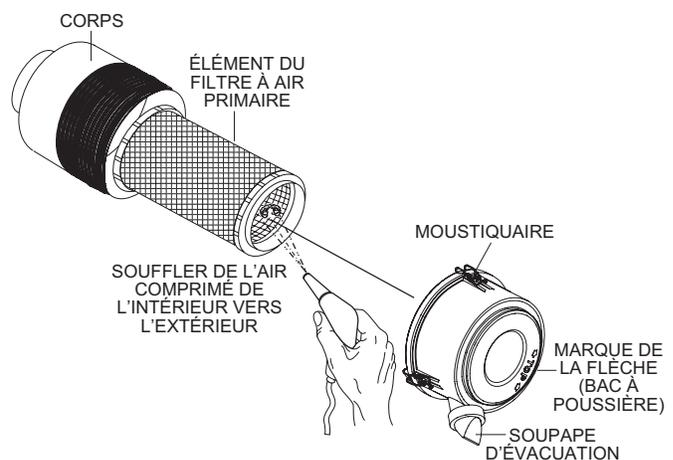

Figure 70. Nettoyeur d'air
Toutes les 250 heures : Retirer l'élément du filtre à air (Figure 70) et nettoyer l'élément en papier résistant à l'aide d'un léger jet d'air comprimé. Remplacer le filtre à air si nécessaire.
1. Relâcher les loquets (Figure 70) qui fixent le couvercle au corps de l'épurateur d'air.
6. Pour nettoyer l'élément primaire (filtre à air en papier) comme indiqué dans la (Figure 70), tapotez plusieurs fois l'élément filtrant sur une surface dure pour éliminer la saleté, ou soufflez de l'air comprimé (ne dépassant pas 30 psi (207 kPa, 2,1 kgf/cm²) à travers l'élément filtrant de l'intérieur vers l'extérieur.